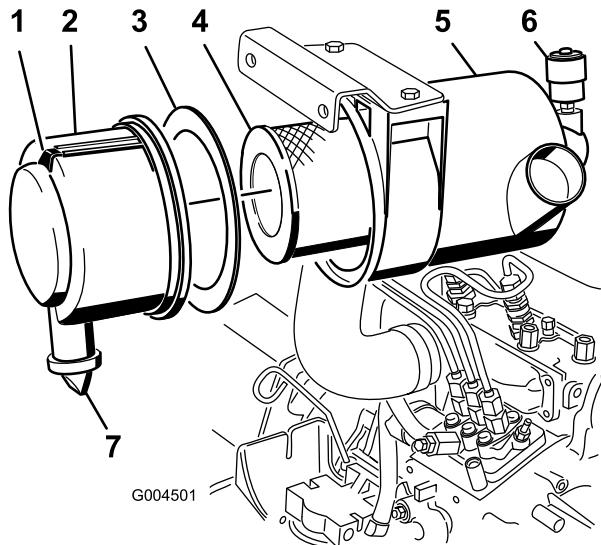

Figure 43
- Faites l'entretien du filtre à air quand l'indicateur de colmatage (Figure 43) est rouge ou toutes les 400 heures (plus fréquemment si vous travaillez dans une atmosphère extrêmement poussiéreuse ou sale). N'effectuez pas l'entretien du filtre à air trop souvent.
- Tirez le verrou vers l'extérieur et tournez le couvercle du filtre à air dans le sens anti-horaire (Figure 43).
- Déposez le couvercle du corps du filtre à air (Figure 43).
- Déposez et remplacez l'élément principal (Figure 43).
- Vérifiez que le joint en mousse est en place dans le couvercle et qu'il n'est pas déchiré ou endommagé (Figure 43). Remplacez-le s'il est endommagé.
A. Retirez la valve de sortie en caoutchouc du couvercle (Figure 43).
- Réarmez l'indicateur de colmatage (Figure 43) s'il est rouge.